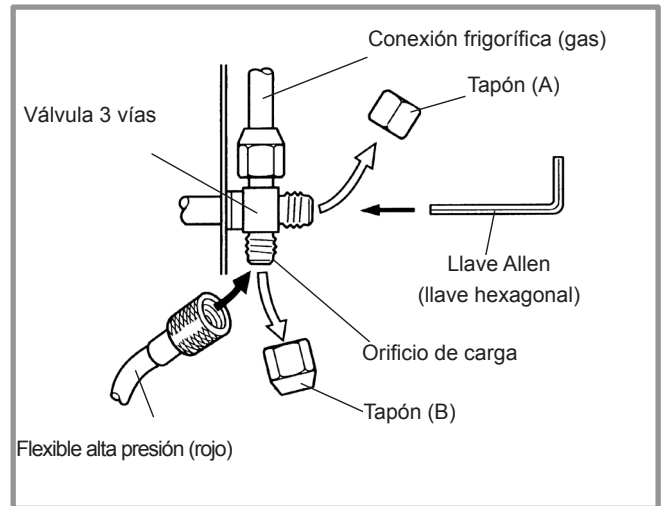

figura 18 - Conexión del flexible sobre la válvula de gas
Tapón (A) y (B) : ver figura 18, página 21.
- Retirar el tapón de protección (B) del orificio de carga (Schrader) de la válvula de gas (diámetro grande).
- Conectar el flexible al manómetro (figura 18).